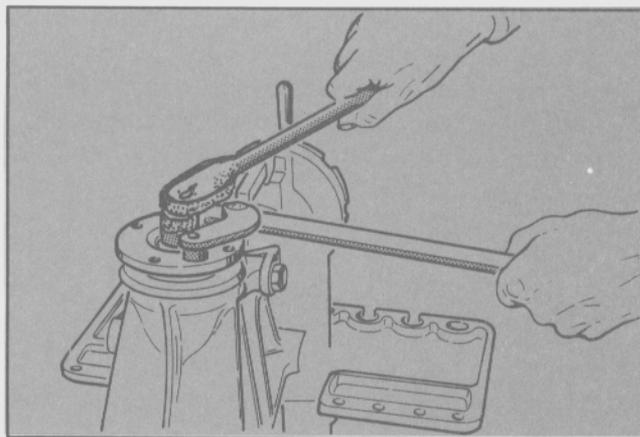

Fig. 52 - Ajuste de la tuerca de la brida.
- Colocar la brida en las estrías del piñón y apretar la nueva tuerca al torque indicado en la Sección Especificaciones. Para realizar la operación de ajuste mantener la brida con la herramienta especial T81A-4851-BAS y ajustar la tuerca al valor especificado una llave adecuada (Fig. 52).